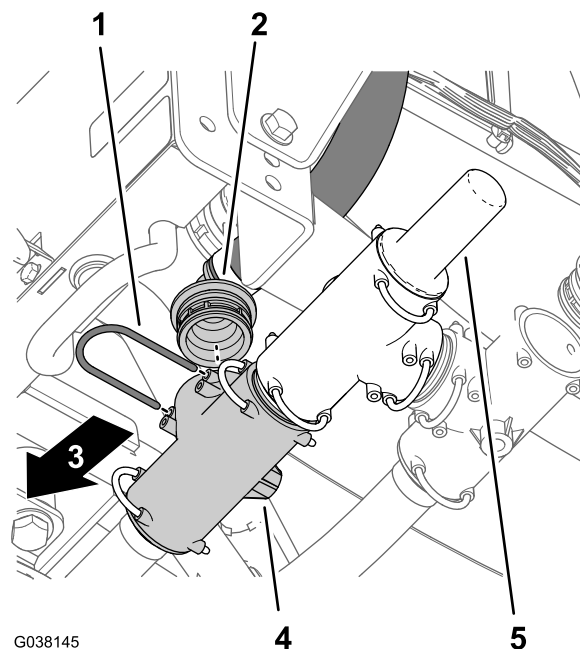

Figura 24
3. Rimuovete il fermo che fissa il raccordo dentellato a 90° del flessibile di alimentazione dell'irroratrice al raccordo a T situato davanti alla valvola di sfiato della pressione (Figura 24).
4. Rimuovete il raccordo dentellato a 90° dal raccordo a T (Figura 24).